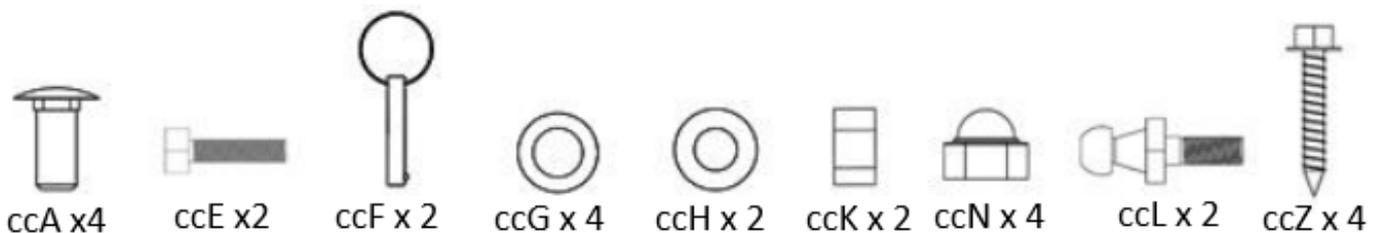

Figure 1
1. Sortez toutes les pièces et vérifiez qu'elles sont au complet en vous référant à la liste des équipements et pièces pour lève-couverture Cover Caddy. Voir Figure 1.